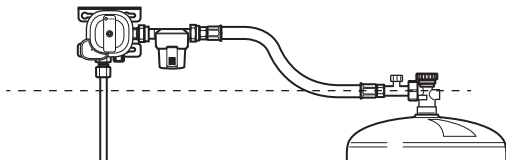

Fig. 7
- ▶ Lors du changement de bouteille, s'assurer que la lyre haute pression du raccord d'entrée du détendeur présente toujours une pente constante vers la bouteille de gaz (Fig. 7).